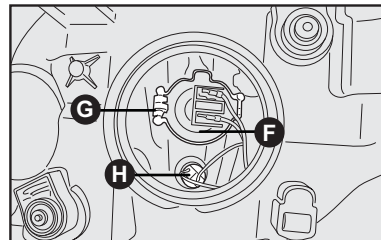

fig. 18
- Retirar a lâmpada **F-fig. 18** puxando-a para soltá-la da mola de retenção **G-fig. 18**;
- Pressionar a lâmpada **F-fig. 18** para dentro para travá-la nas molas de retenção **G-fig. 18**;
- Retirar o porta-lâmpadas **H-fig. 18** puxando-o;
- Recolocar o porta-lâmpadas **H-fig. 18** empurrando para dentro até travá-lo;